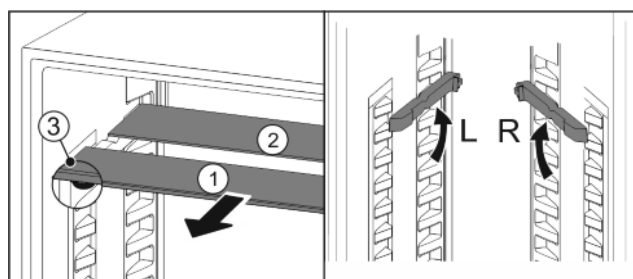

Fig. 17
- ▶ Extrageți Fig. 17 (1) pe rând plăcile de sticlă spre înainte.
- ▷ Placa de sticlă Fig. 17 (1) cu opritoare împotriva extragerii se află în față.
- ▷ Opritoare arată în jos Fig. 17 (3).